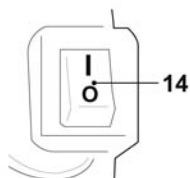

Fig. 8
- > Placer le commutateur (marche/arrêt) [14] sur « I » (Fig. 8) (démarrage à froid ou à chaud).